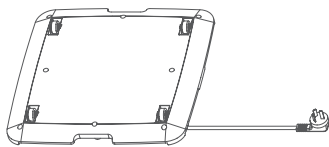
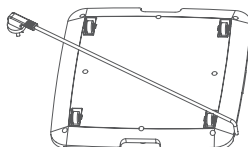
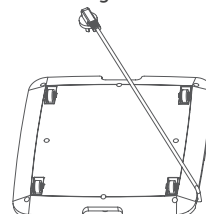

Fig. 10
Fig. 11
Fig. 12
1. Lasciar libero il cavo di alimentazione (Fig 10). Non schiacciarlo sotto la base del purificatore e tenerlo disteso (Fig 11, Fig 12).